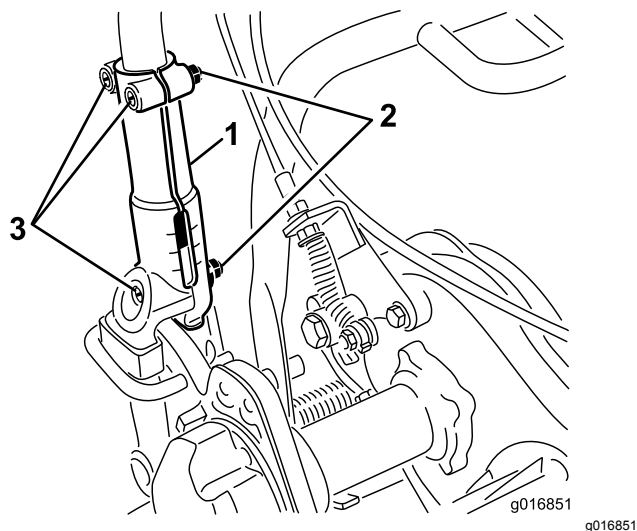

Figure 31
1. Desserrez les 3 boulons de carrosserie et écrous qui fixent chaque côté du guidon dans les manchons de serrage (Figure 31).